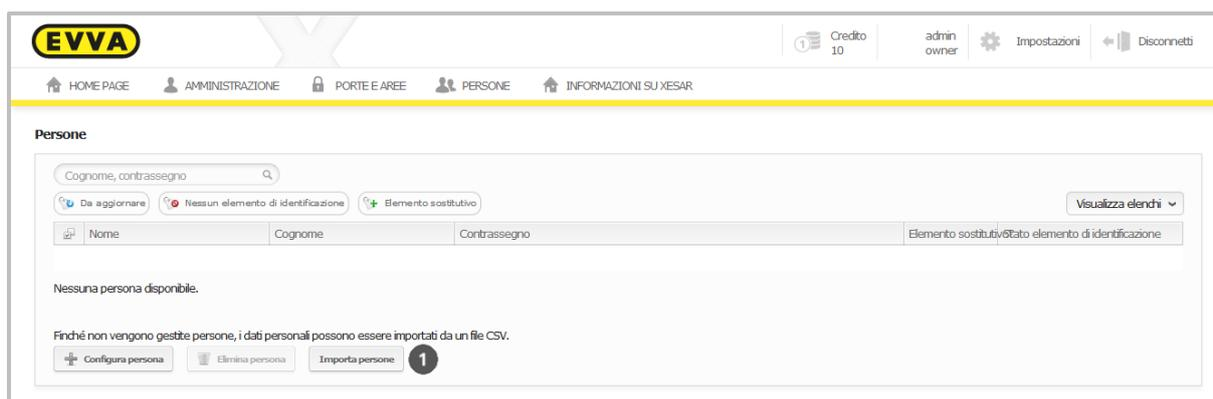

Figura 103: Importa persone
- Fare clic sul pulsante **Importa persone** ❶ (
- Figura 103: Importa persone).